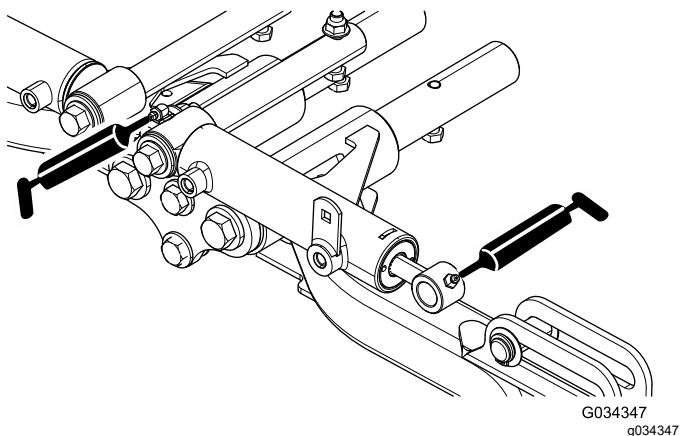

Figura 55
- Pivotes y cilindros de elevación de los brazos de elevación delanteros (3 en cada); consulte Figura 55.